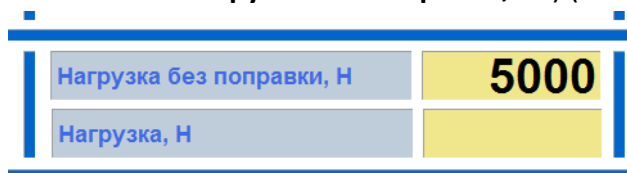

Рисунок 16 - Проверка тензодатчика в точке 5000Н
- 5.10.8 Поднимая стол вверх при помощи поворотной ручки, выставить нагрузку 5000Н (контролировать по показаниям **«Нагрузка без поправки, Н»**) (см. рисунок 16).